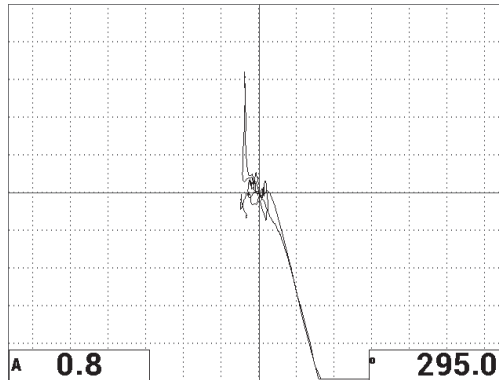

Figure 6-35 Deuxième balayage au-dessus d'un décollement et d'une zone réparée
9. Appuyez sur la touche FREEZE (❄️) pour redémarrer l'acquisition, appuyez sur la touche FULL NEXT (➡️) pour afficher le plein écran, et puis balayez de nouveau lentement au-dessus du décollement et de la zone réparée (voir la Figure 6-35 à la page 159).